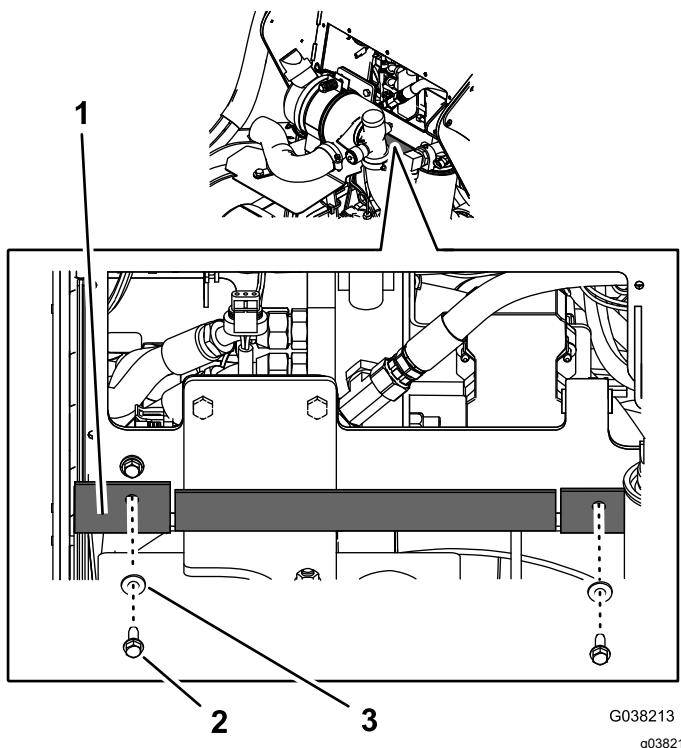

Figure 34
1. Alignez les trous dans le déflecteur en caoutchouc (Figure 34) et les trous au bas du cadre du panneau de commande.